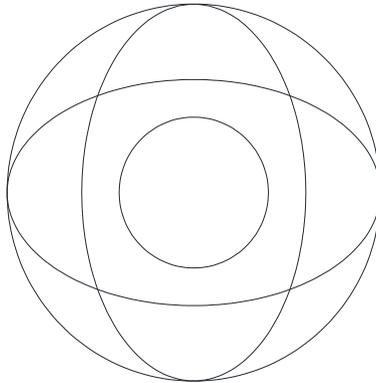

Рис. 2.8
9. Построить две окружности с радиусами 50 и 20 мм с центром в точке с координатами (125, 120) и вписать в них два эллипса (рис. 2.8).